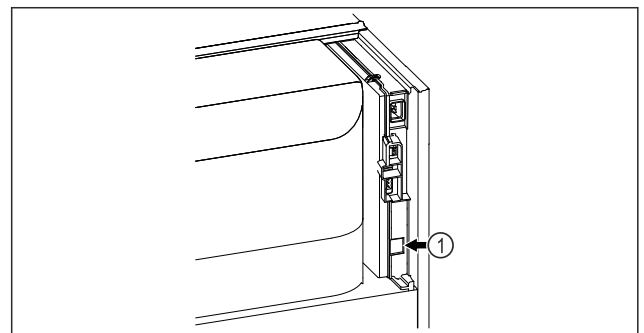

Fig. 100
- SmartModule Fig. 100 (1) er satt inn.